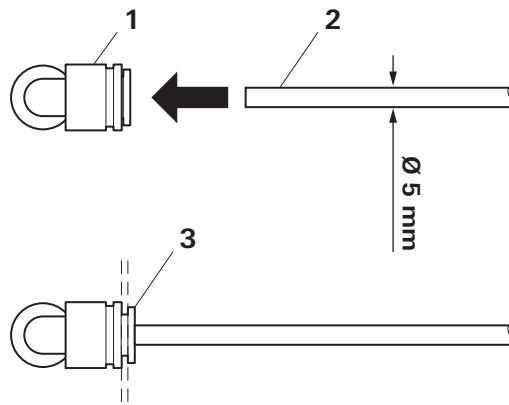

Abb. 45
- Kraftstoffleitung an der Tankarmatur befestigen und ablängen (Abb. 45).